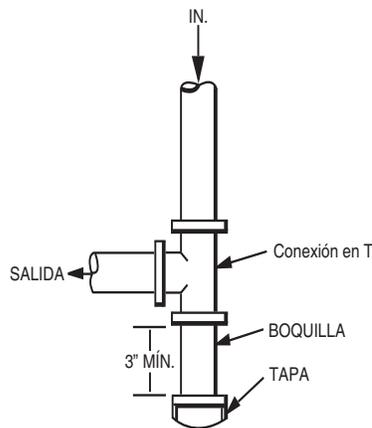

Fig. 8: Trampa de sedimentos
4. Instale una trampa de sedimentos en la tubería vertical que lleva a la sección de calefacción (consulte la Fig. 8). Esta pata de goteo funciona como una trampa para la acumulación de suciedad y condensado.